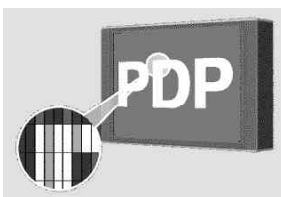
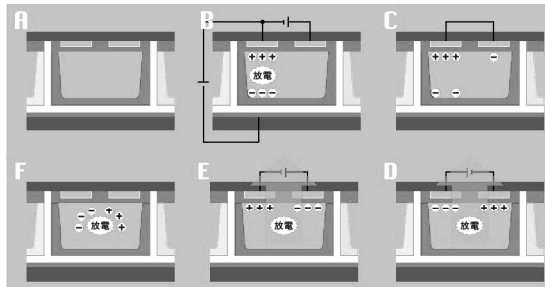

图 2 PDP 显示屏上独立的小型腔室也称为等离子管
图 3 等离子管的工作原理如图所示
混合气体, 我们可以称这些独立的小型腔室为等离子管 (图 2)。其工作原理可以分为预备放电、写入放电、维持放电和消去放电四个过程, 反复循环 (图 3)。
(1) 预备放电——小型腔室内的电子具有活性。增加电荷的存储量, 为放电做准备 (图 3, A)。
(2) 写入放电——给需要发光的小型腔室加上电压。在走查电极和数据电极两端加上电压, 让两个电极之间放电 (图 3, B), 正负电荷就会在需要发光的小
型腔室内形成两种电荷壁（图3，C）。
（3）维持放电——发光与显示。继续给走查电极和数据电极增加电压，正负电荷壁一旦发生重叠，它们之间就会发生面放电反应，使荧光体磷化物发出亮光（图3，D）。只要保持住电压，放电也就会持续进行，从而得到需要表示的色彩与亮度（图3，E）。
（4）消去放电——为了显示下一画面，消去电荷壁。在走查电极和数据电极上，加上一个可以提供中和小型腔室内电荷电量的非常低的电压，电荷壁就会消去，为下一个相同的过程做准备（图3，F）。